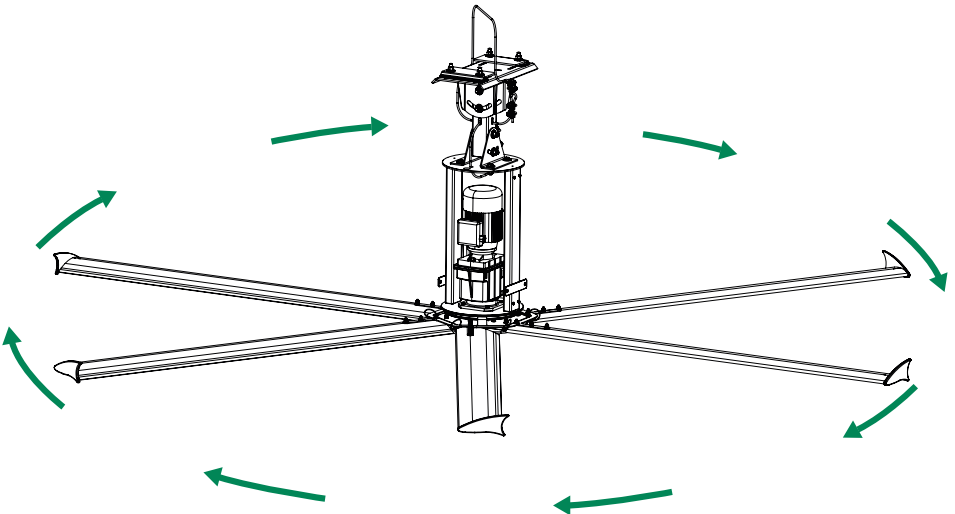

Fig 20.1
20.7 Verifique la rotación apropiada del ventilador. El giro debe ser en sentido opuesto de las manecillas del reloj, cuando se observa desde el suelo (Fig. 20.1).